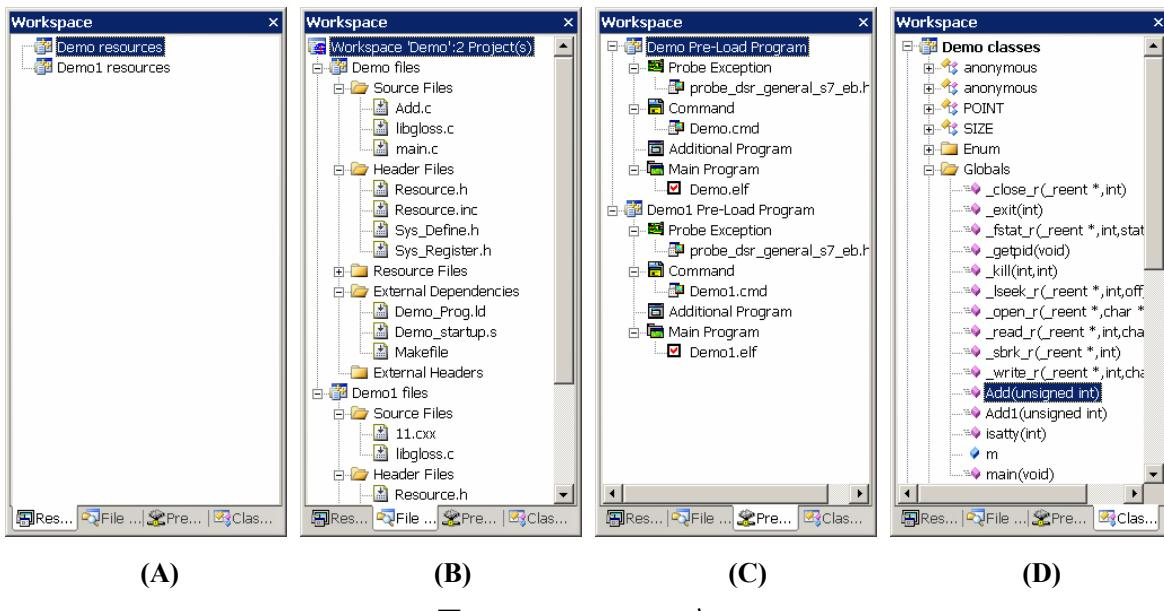

图 5.32 Workspace 窗口
(2) Workspace 窗口介绍
A、Resource View: 如图 5.32 (A), 该窗口显示工作区包含工程的资源文件。
B、File View: 如图 5.32 (B), 该窗口显示工作区包含的工程、文件信息: 其中第一行显示工作区名称及该工作区包含的工程数量; 从第二行开始显示工程名及工程中包含的文件名。
C、Pro_Load View: 如图 5.32 (C), 该窗口显示预下载工程信息, 包含可执行文件等。
D、Class View: 如图 5.32 (D), 该窗口显示工程中定义的全局变量、全局函数、宏等信息。